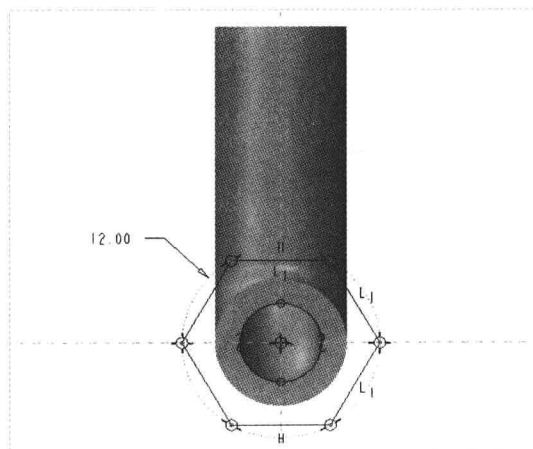

图 16-33 绘制截面 4
Step 07 在“功能区”选项板的“模型”选项卡中，单击“形状”面板中的“拉伸”按钮 , 弹出“拉伸”选项卡，在绘图区选择合适的平面作为草绘平面，进入草绘环境；单击“草绘”选项卡中的相应按钮，绘制截面，如图 16-33 所示，单击“关闭”面板中的“确定”按钮 ✓，完成截面绘制并退出草绘环境。